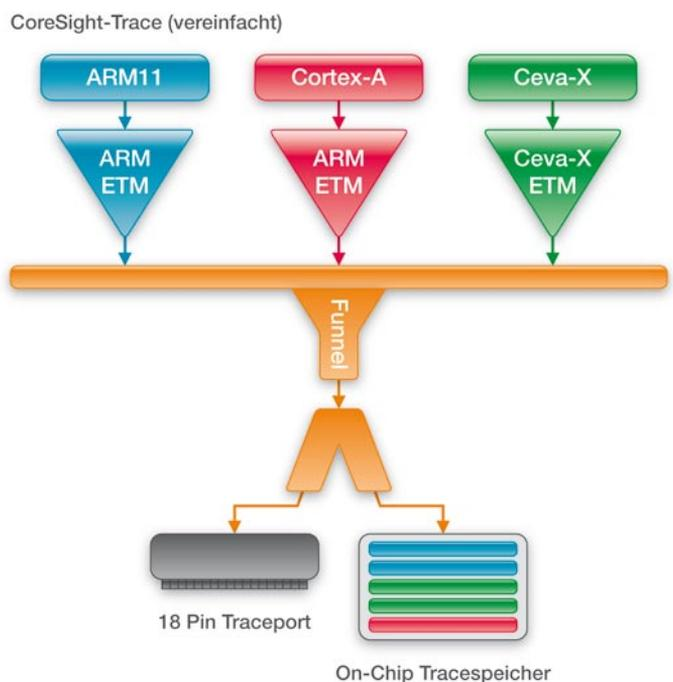

Bild 16: Jeder Core generiert seine eigene Traceinformation
- Ceva-X ETM für den Ceva-X (siehe auch Bild 16)